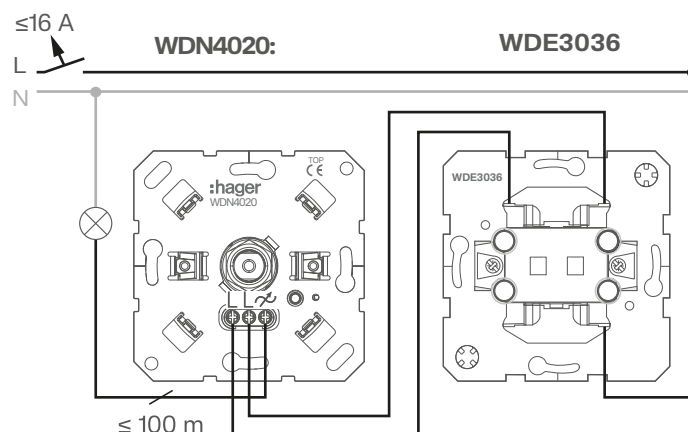

Bild 5: Anschlussplan mit Wechselschalter (optional)
- 2 Optionaler Anschluss mit Wechselschalter (Bild 5).